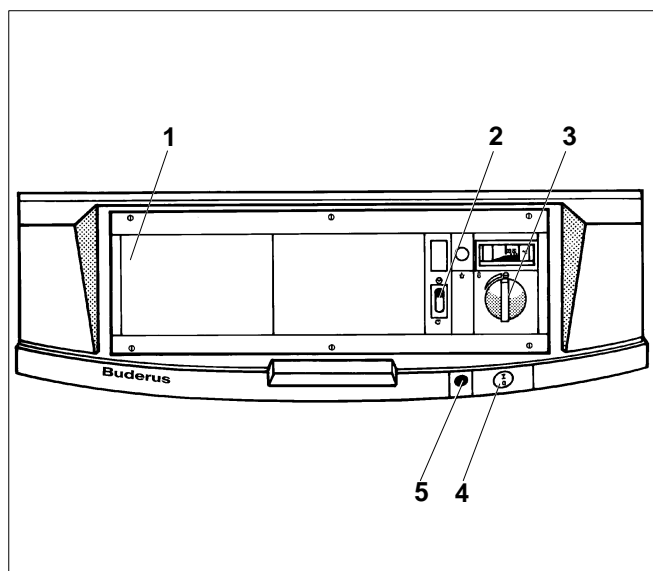

Fig. 26 Appareil de régulation
- Si la régulation est en fonction de la température extérieure, placer le commutateur Automatique-Manuel (fig. 26, **pos. 2**) en position Automatique (horloge), si la régulation est en mode température constante, placer le commutateur en position Manuel (manuel).
- Régler le thermostat de l'eau de chaudière (fig. 26, **pos. 3**) à la température souhaitée. La butée inférieure correspond à 50°C, la butée supérieure à 75°C = automatique (horloge). Le blocage à 75°C peut être surmonté en tirant le bouton de réglage (d'env. 2 mm) – zone de réglage jusqu'à 90°C.
- Placer l'interrupteur de service (fig. 26, **pos. 4**) en position I (Marche).
En cas de panne, le voyant du brûleur est également allumé (fig. 26, **pos. 5**).
Légende fig. 26